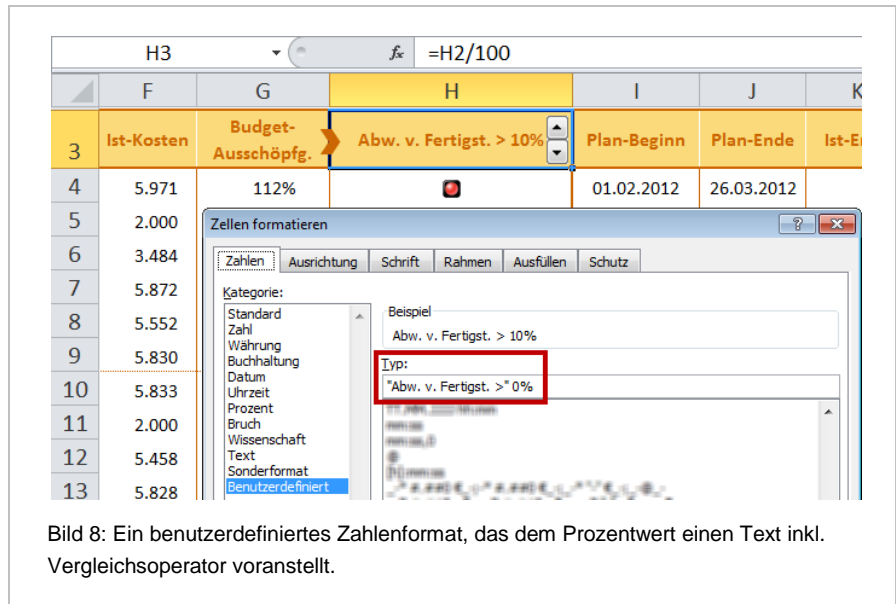

Bild 8: Ein benutzerdefiniertes Zahlenformat, das dem Prozentwert einen Text inkl. Vergleichsoperator voranstellt.
**!** Um den Text mit Vergleichsoperator "Abw. von Fertigst. >" vor der Zahl einzufügen, markieren Sie Zelle H3 und rufen Sie mit der Tastenkombination Strg+1 das Dialogfeld "Zellen formatieren" auf. Wählen Sie dort links die Kategorie "Benutzerdefiniert". Tippen Sie dann rechts unter "Typ" den in Bild 8 gezeigten Formatcode ein: "Abw. v. Fertigst. >" 0%. Schließen Sie mit einem Klick auf "OK" ab (Bild 8).